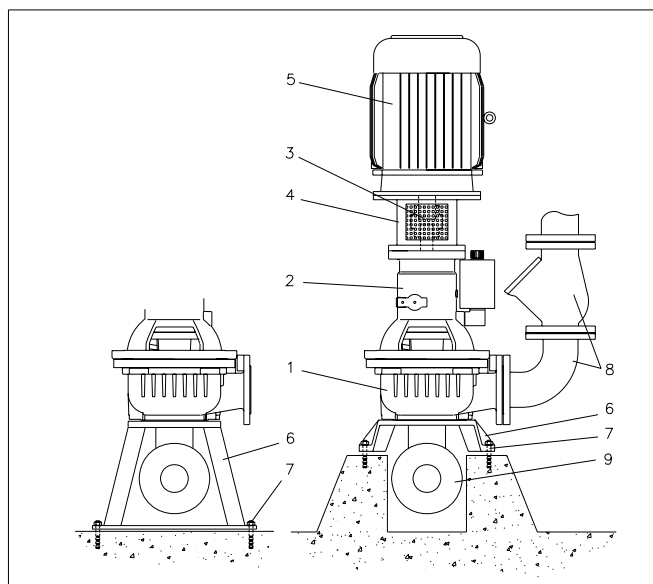

Fig. 7.4
Når pumpen opstilles vertikalt, jfr. fig. 7.4.
- Foden fæstnes til funderingen ved de 4 befæstelseshul jfr. fig. 7.4. pos. 7.